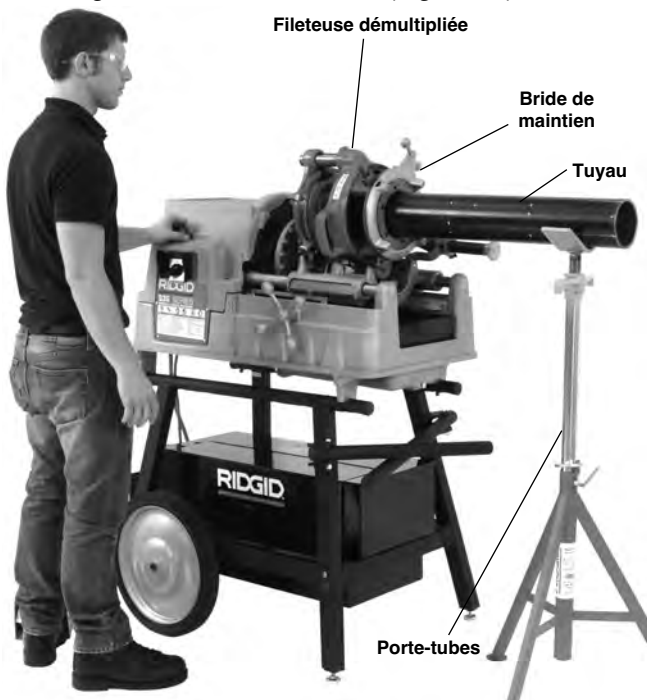

Figure 21 – Position de travail en montage direct
8. Mettez-vous en position de travail appropriée afin de mieux contrôler la machine et le processus de filetage (Figure 21).
9. Appuyez sur la pédale de commande pour engager la fileteuse. Inondez les filières d'huile afin de limiter le frottement, améliorer la qualité du filetage et prolonger la vie utile des filières (Figure 21).